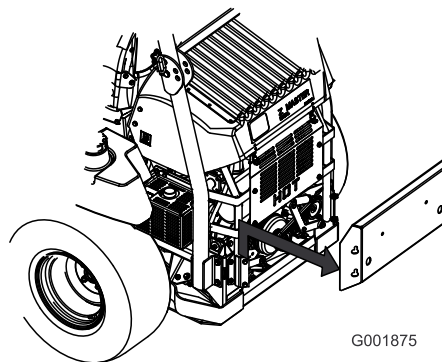

Figura 65
3. Retire el panel trasero del motor (Figura 65).